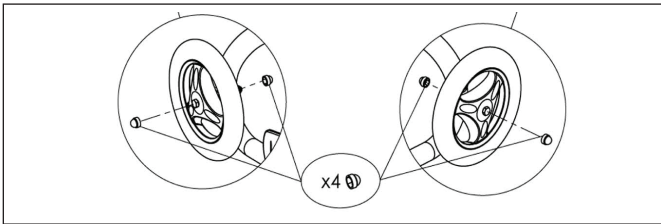

Figure 9. Fixation des chapeaux de roue
7. Placer deux (2) chapeaux sur les roues, comme le montre la figure 9.